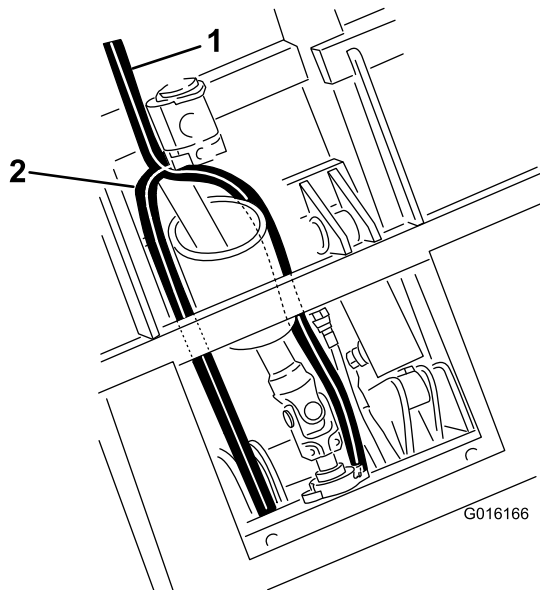

図 46
- 圧力側ホースは昇降シリンダの下からシリンダ取り付けブラケットの間を通してバルブへ 図 46。
- タンク側ホースはPTOシャフトに沿ってバルブへ 図 46。